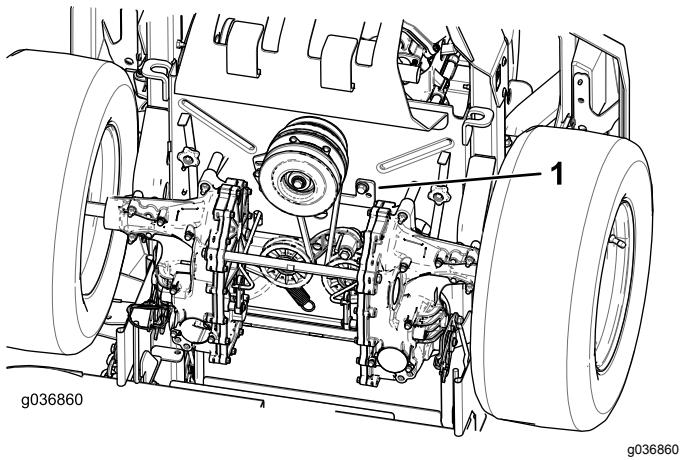

図 66
5. クラッチストップを取り外す図 66。
9. クラッチストップを取り付ける図 66。